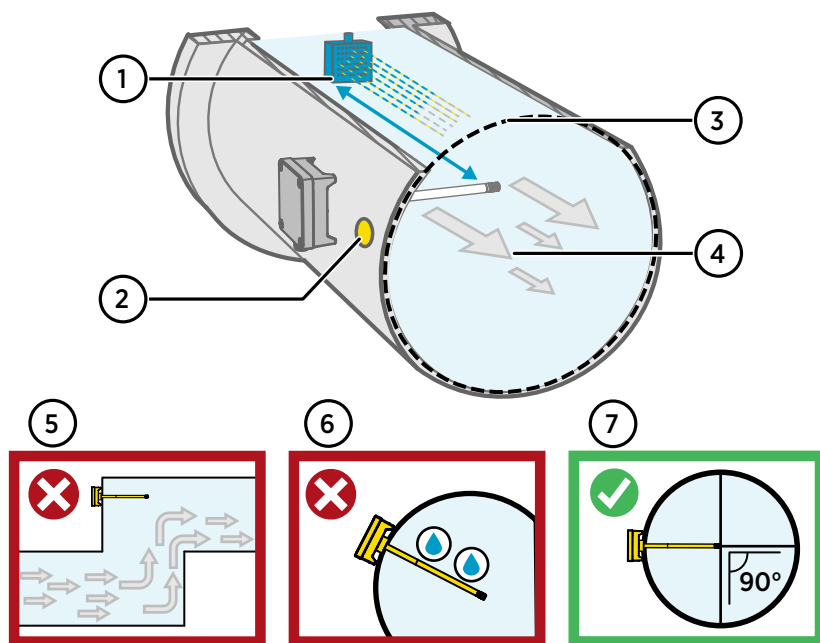

図 75 ダクト取り付けの概要
4. オプション: 変換器の取り付け穴から約 30cm (12 インチ) 離れた場所に、ドリルを使って基準測定用の別の穴をあけます。「図 75 \(ページ 120\)」を参照してください。